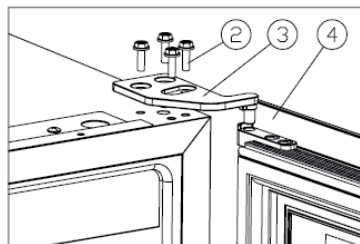

Figure 1
2. Dévissez les vis M5 x 16 **(2)**, retirez la charnière supérieure droite et retirez la porte (voir figure 1).